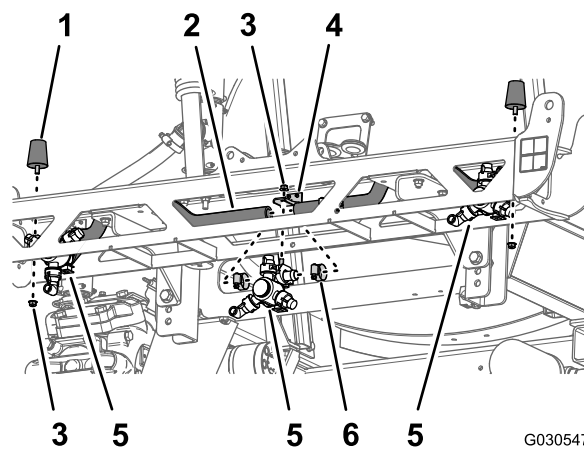

Figura 78
estremità del telaio della sezione della barra centrale (Figura 78).
1. Rimuovete le 4 fascette stringitubo che fissano i 3 ugelli dell'irroratrice ai flessibili ($\frac{3}{4}$ " di diametro interno) (Figura 78).
2. Rimuovete il dado di bloccaggio flangiato ($\frac{5}{16}$ ") che fissa i 3 ugelli dell'irroratrice ai relativi supporti della sezione della barra centrale e rimuovete gli ugelli (Figura 78).